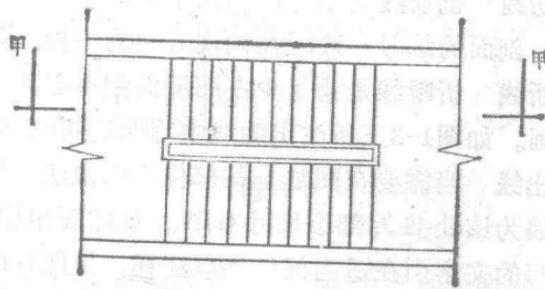

图 1-5
4. 剖切线 剖切线表示剖面图在平面图上的剖切位置和剖视方向。剖面的编号一般写在剖视方向的一侧。如图1-5。